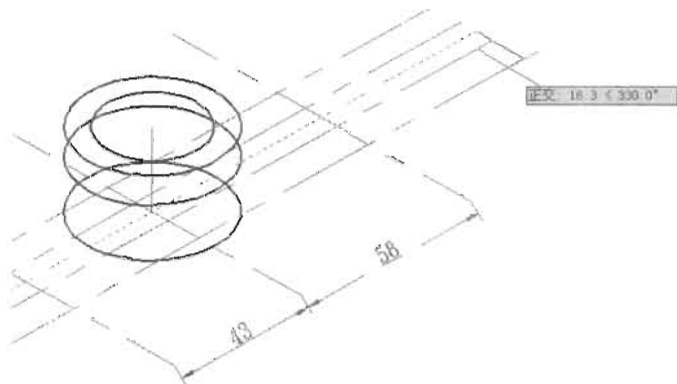

图 11-67
(4) 单击“修改”工具栏中的“复制”按钮, 复制水平辅助线, 如图 11-67 所示, 命令执行过程如下。